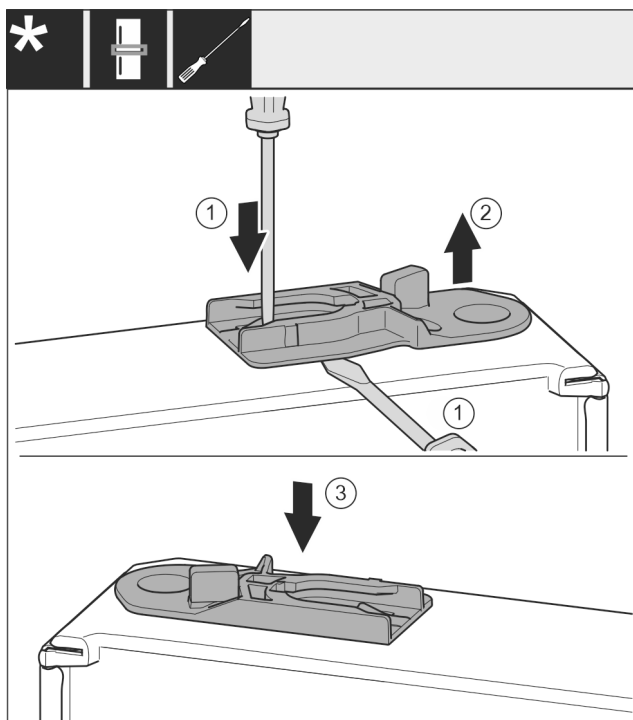

Fig. 34
Estrarre la boccia di guida: Premere la linguetta Fig. 34 (1) con un cacciavite a intaglio e allo stesso tempo spostare in basso la boccia di guida Fig. 34 (2) con il cacciavite a intaglio.
Inserire la boccia di guida Fig. 34 (3) inclusa nella fornitura sull'altro lato dell'alloggiamento.